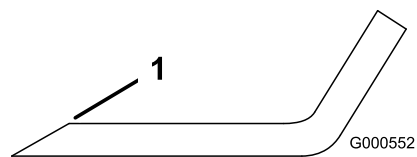

Figure 46
1. Au moyen d'une lime, aiguiser les tranchants aux deux extrémités de la lame (Figure 46).